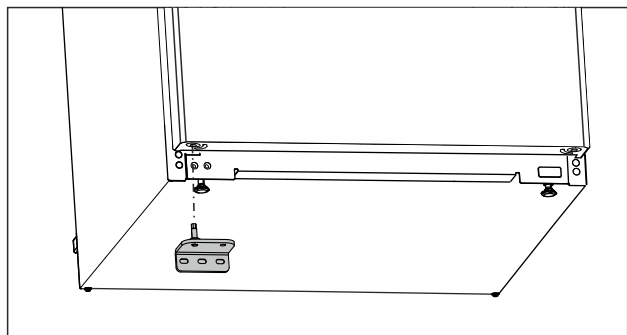

Fig. 20
- Plaats de onderste lagersteun aan de tegenoverliggende kant. (zie Fig. 20)